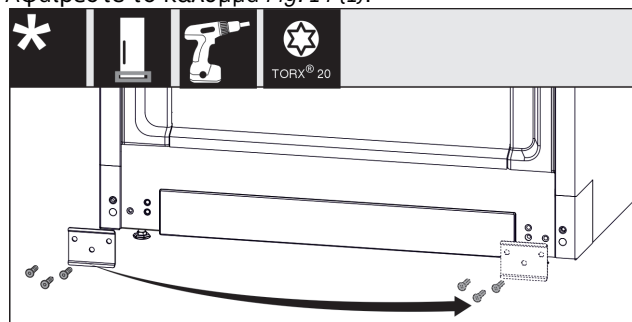

Fig. 15
- ▶ Ξεβιδώστε το έλασμα Fig. 15 (1), μεταφέρετε το στην άλλη πλευρά και βιδώστε το ξανά.